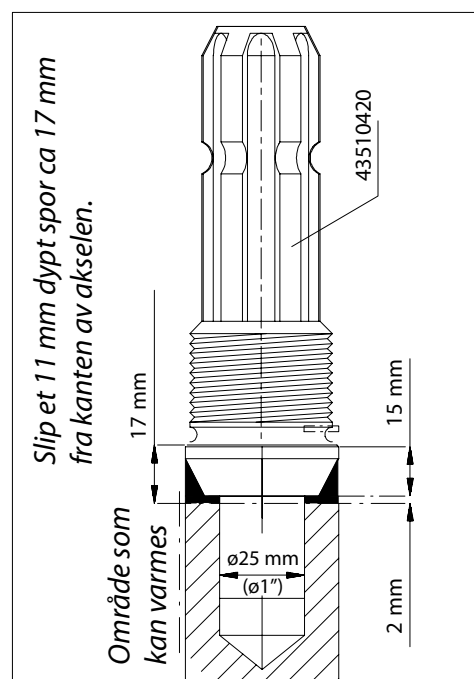

Fig. 28 Bytte sporaksel
4. Slip et 11 mm dypt spor ca 17 mm fra kanten av akselen. Se fig 28.
7. Rengjør akselhullet og monter en ny aksel som vist i fig 28.